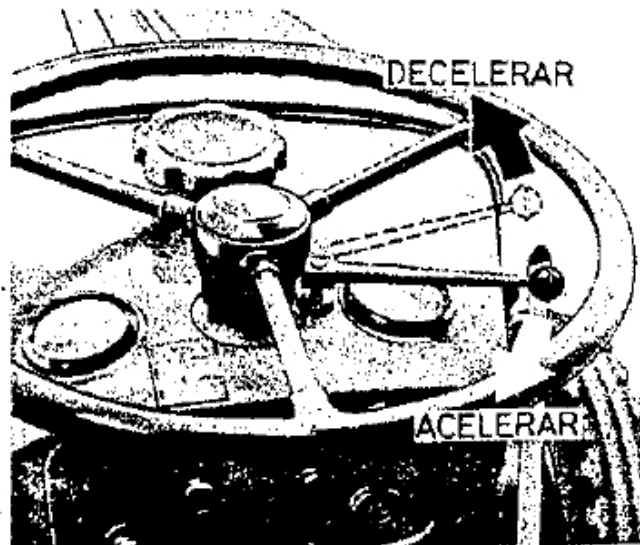

Fig. 8.—Palanca acelerador.
Para acelerar (fig. 8) deberá llevar la palanca hacia atrás, en tanto que, para disminuir las revoluciones del motor habrá que llevar la palanca hacia adelante.
- 1.º Disminuya el número de revoluciones del motor mediante la palanca acelerador (como se indica en la fig. 8), pisando al mismo tiempo los pedales de freno, suave y progresivamente.